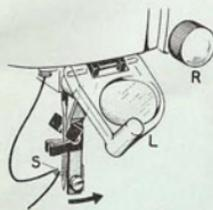

Fig. 6
- rotare il bottone « R » (Fig. 6) in senso orario: il gancetto « S » penetrerà nella cruna dell'ago;